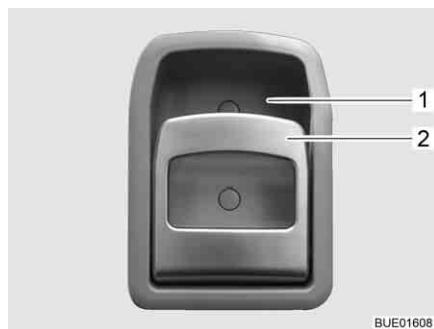

Bild 47 Dörrlås ingångsdörr, insida
- Öppna:** ■ Drag i handtaget (Bild 47,2). Dörrlåset låses upp respektive öppnas.
- Låsa:** ■ Tryck handtagets (Bild 47,2) övre del i riktning mot greppkåpan (Bild 47,1). Dörrlåset låses.